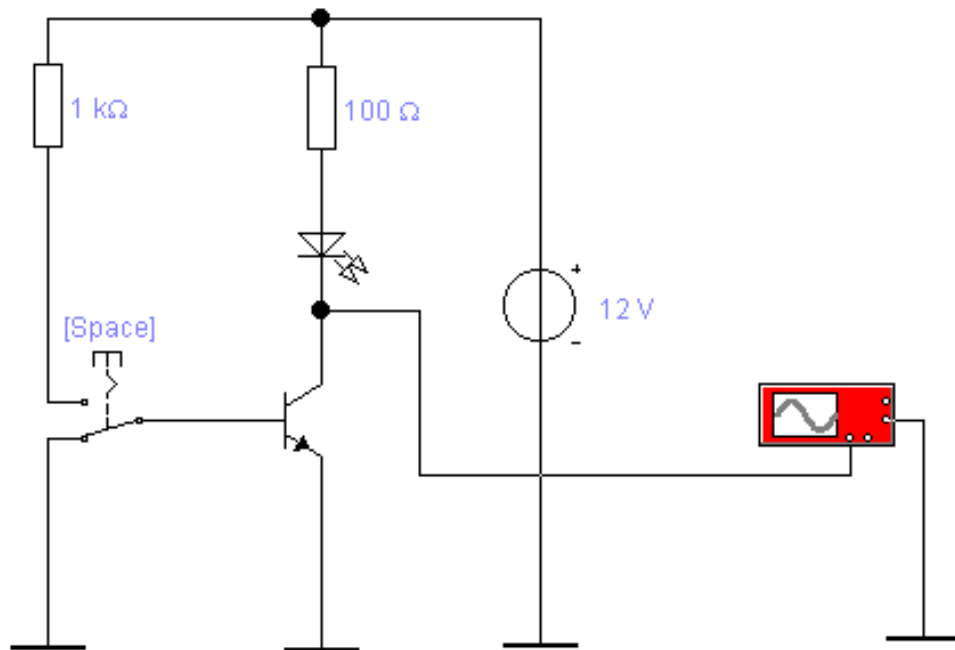

Рис. 1 Схема электронного ключа на биполярном транзисторе
1. Собрать принципиальную схему электронного транзисторного ключа рис. 1.